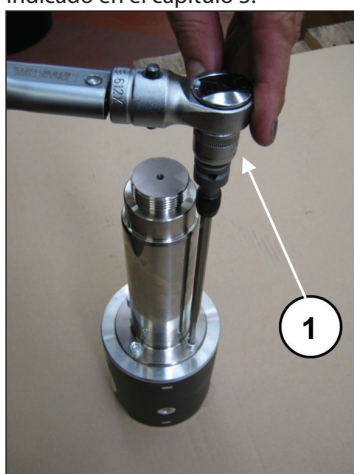

Fig. 46
Bloquear la guía del pistón con la herramienta específica y apretar los tornillos con la llave dinamoétrica (pos. ①, Fig. 46) como indicado en el capítulo 3.